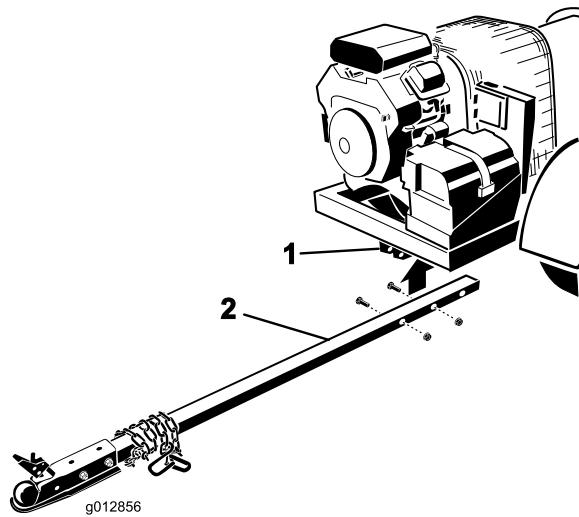

Figura 9
2. Inserite il tubo dell'attacco di traino nelle staffe del telaio (Figura 9). Fissate il tubo al telaio con 2 bulloni (3/8 x 3 pollici) e dadi flangiati (3/8 pollice).